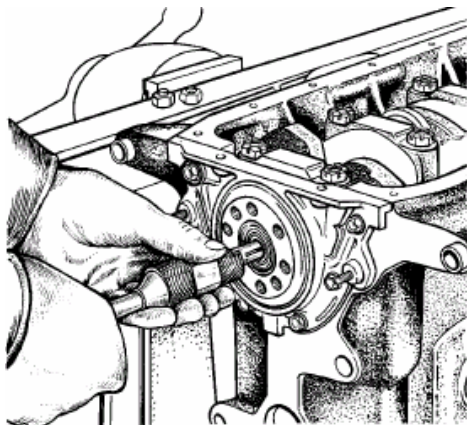
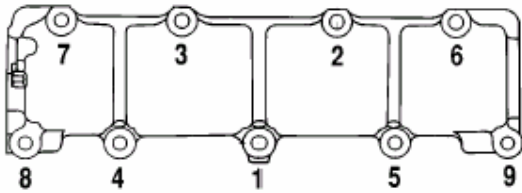
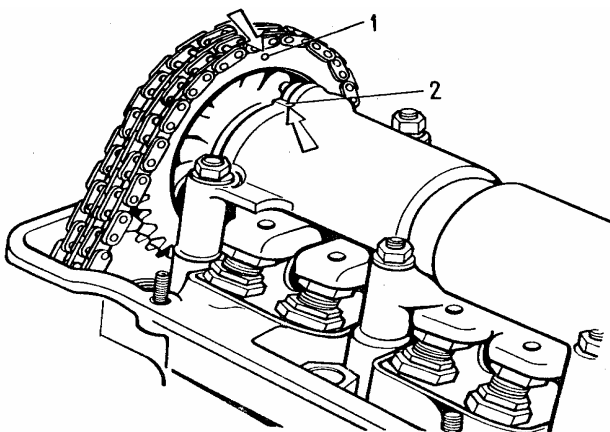

Fig. 2-11. Remoción del cojinete del árbol de la caja de cambios del cigüeñal con ayuda del botador A.40006
Fig. 2-18. Orden de apriete de las tuercas del cuerpo de los cojinetes del árbol de levas
Fig. 2-19. Verificación de la coincidencia de la referencia de instalación en la estrella del árbol de levas con la referencia en el cuerpo de los cojinetes:
Con el botador A.40006 sacar del alojamiento en el cigüeñal (fig.2-11) el cojinete del árbol primario de la caja de cambios.
girar el árbol de manera que la señal en la estrella se encuentre frente a la señal en el cuerpo de los cojinetes (véase fig.2-19). Quitar la estrella y, sin cambiar la posición del árbol, instalar el cuerpo de los cojinetes en la culata de los cilindros y fijarla apretando las tuercas por un orden determinado (fig.2-18).
- poner la cadena en la estrella del árbol de levas e introducirla en la cavidad del accionamiento, en esto la estrella se debe instalar de manera que la señal en esta coincida con la señal en el cuerpo de los cojinetes (fig.2-19). El tornillo de la estrella no se debe apretar a fondo;
- dar dos vueltas al cigüeñal en dirección de rotación con el fin de asegurar el tensado conveniente de la cadena; comprobar la coincidencia de las señales en las estrellas con las señales en el bloque de cilindros (fig.2-11) y en el cuerpo de los cojinetes (fig.2-19);